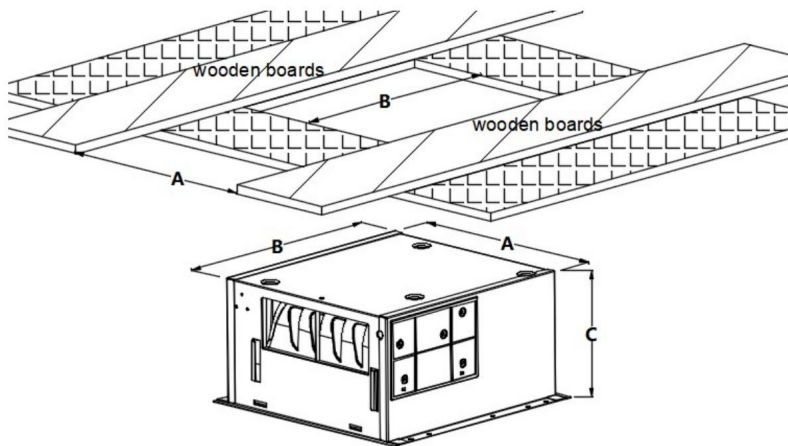

Figura 2.
3. Fije dos tablas de madera con un grosor de más de 15 mm y alinee los orificios cortados. Siga la dirección de instalación que se muestra en el diagrama (consulte la figura 2).